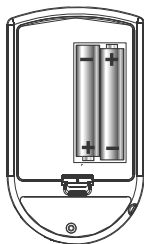

Figura 38
**PASO 2:** Retire las pilas viejas y cámbielas con nuevas. Asegúrese de alinear las pilas correctamente. Consulte la figura 38.